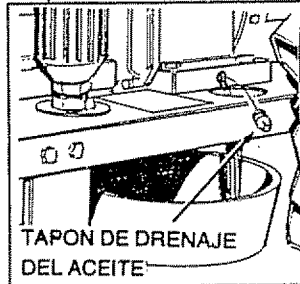

FIG. 17
- Limpie el área alrededor del tapón de drenaje del aceite, retire el tapón y drene el aceite completamente en un recipiente apropiado (Fig. 17).